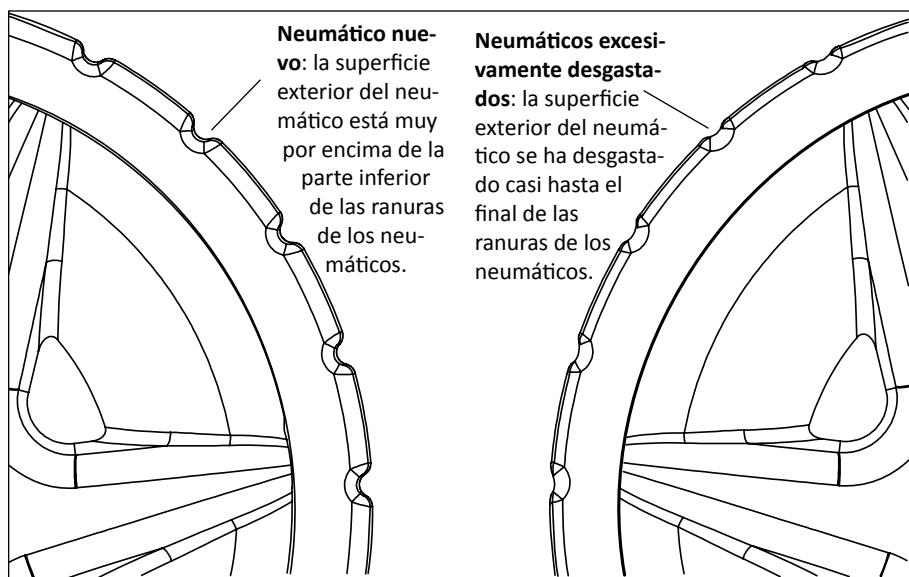

Figura 18: comparativa de desgaste del neumático
- Los neumáticos no estén excesivamente gastados. Véase la **Figura 18** en la siguiente página.
Tras un uso prolongado, es posible que deba sustituir los neumáticos de goma del limpiafondos de succión lateral de piscina BLUEREBEL™. Cuando la superficie del neumático se ha desgastado por las ranuras del neumático, deberá sustituirlo. Véase la Figura 18.